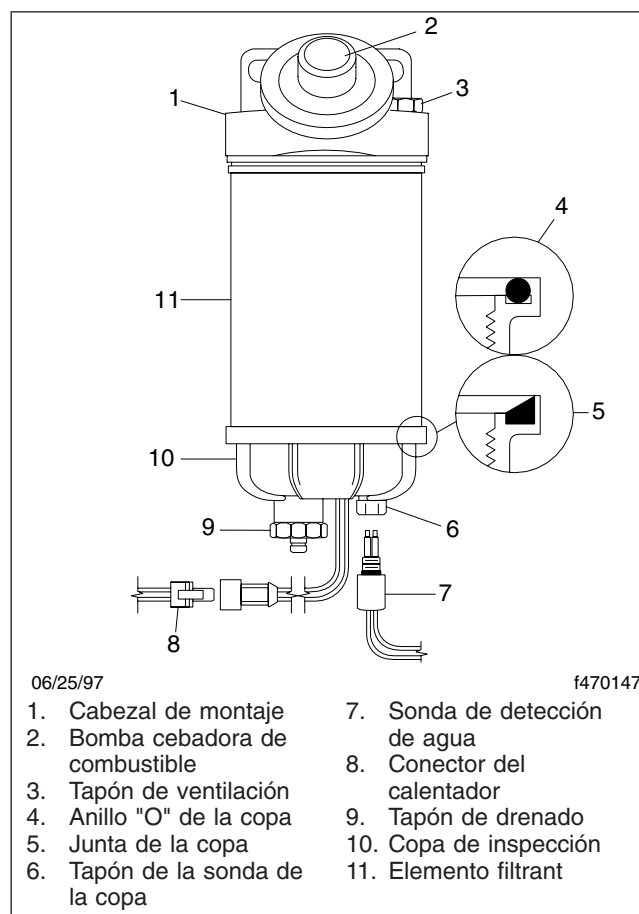

Figura 1, Separador de combustible y agua Alliance
1. Drene un poco de combustible aflojando el tapón de respiradero y abriendo la válvula de drenaje. Vea la Figura 1.